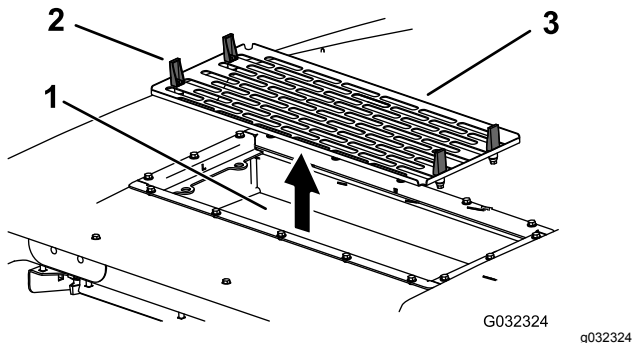

**Bild 119**
- 7. Bauen Sie Luftfilter, Gitter und Klimaanlage wieder ein (Bild 118, Bild 119 und Bild 120).
- 8. Schließen Sie das Kabel jedes Lüfters an (Bild 119).